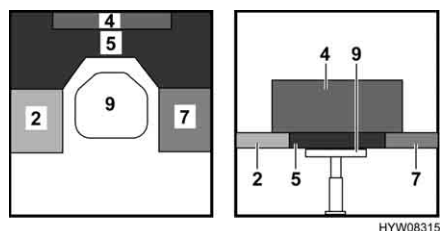

Fig. 55 Durante la trasformazione
- Trasformare il tavolo (Fig. 55, 9) in struttura di supporto letto (vedi paragrafo 6.9).